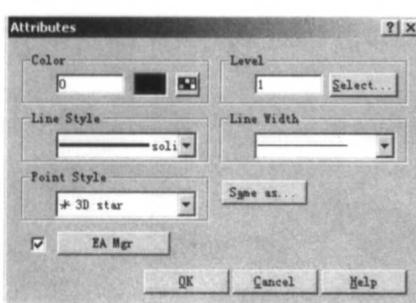
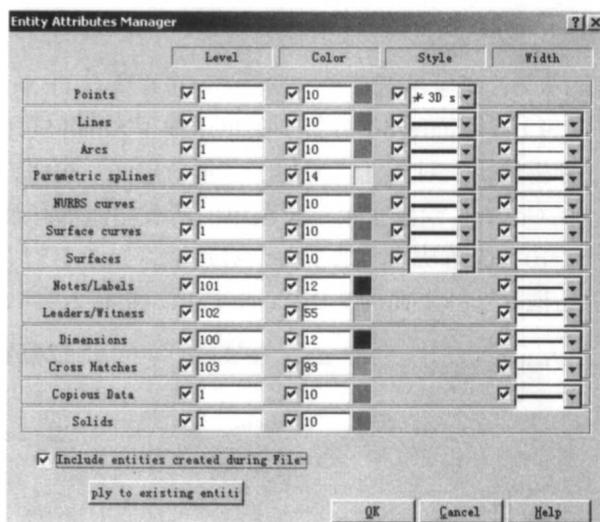

图 1-30
图 1-31
Mastercam 9 在辅助菜单中将原 Style/Width 选项改为 Attributes (属性)，属性对话框内容充实了很多，如图 1-30 所示。
(2) 在打印机和绘图机输出图形时增加了线型打印的线宽，可在 CAD 设置对话框中进行设置。
(3) 增加了一个“实体属性管理器”。单击如图 1-30 所示属性对话框的左下角的“EA Mgr”按钮，显示“实体属性管理器”，如图 1-31 所示。